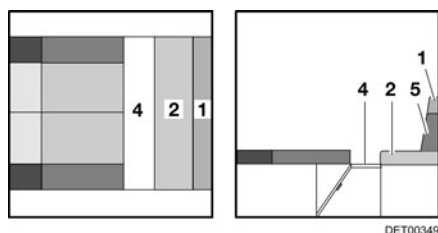
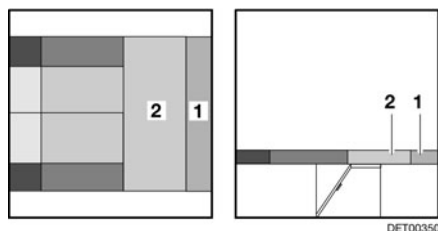

Fig. 109 Pendant la transformation
Fig. 110 Après la transformation
- Sortir le sommier à lattes (Fig. 109,4).
- Tirer le coussin d'assise (Fig. 110,2) vers la dînette centrale.
- Retirer le coussin supplémentaire (Fig. 110,1) du coussin de dossier (Fig. 109,5). Le coussin supplémentaire est fixé sur le coussin de dossier avec une bande velcro et peut être séparé facilement.